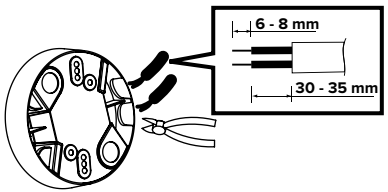

ABB. 12
2. Um die Kabel durch die Öffnungen an der Seite des Gehäuses zu führen, müssen diese markierten, aber noch abgedeckten Löcher mit einem Seitenschneider freigeschnitten werden. Führen Sie dann das Kabel durch die freien Löcher und absolieren Sie das Kabel auf 6-8 mm (ABB. 12).